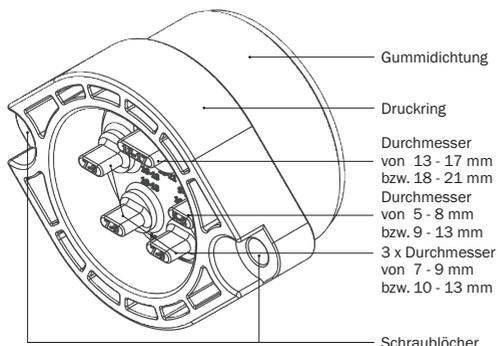

Abbildung 15.2: KRASO® BKP - Wand - Dichteinsatz - Telekommunikation - Blindstopfen mit Durchmessern
- Entfernen Sie die Blindstopfen des **KRASO® BKP - Wand - Dichteinsatzes - Telekommunikation** - entsprechend der ermittelten Durchmesser (s. Abbildung 15.2).